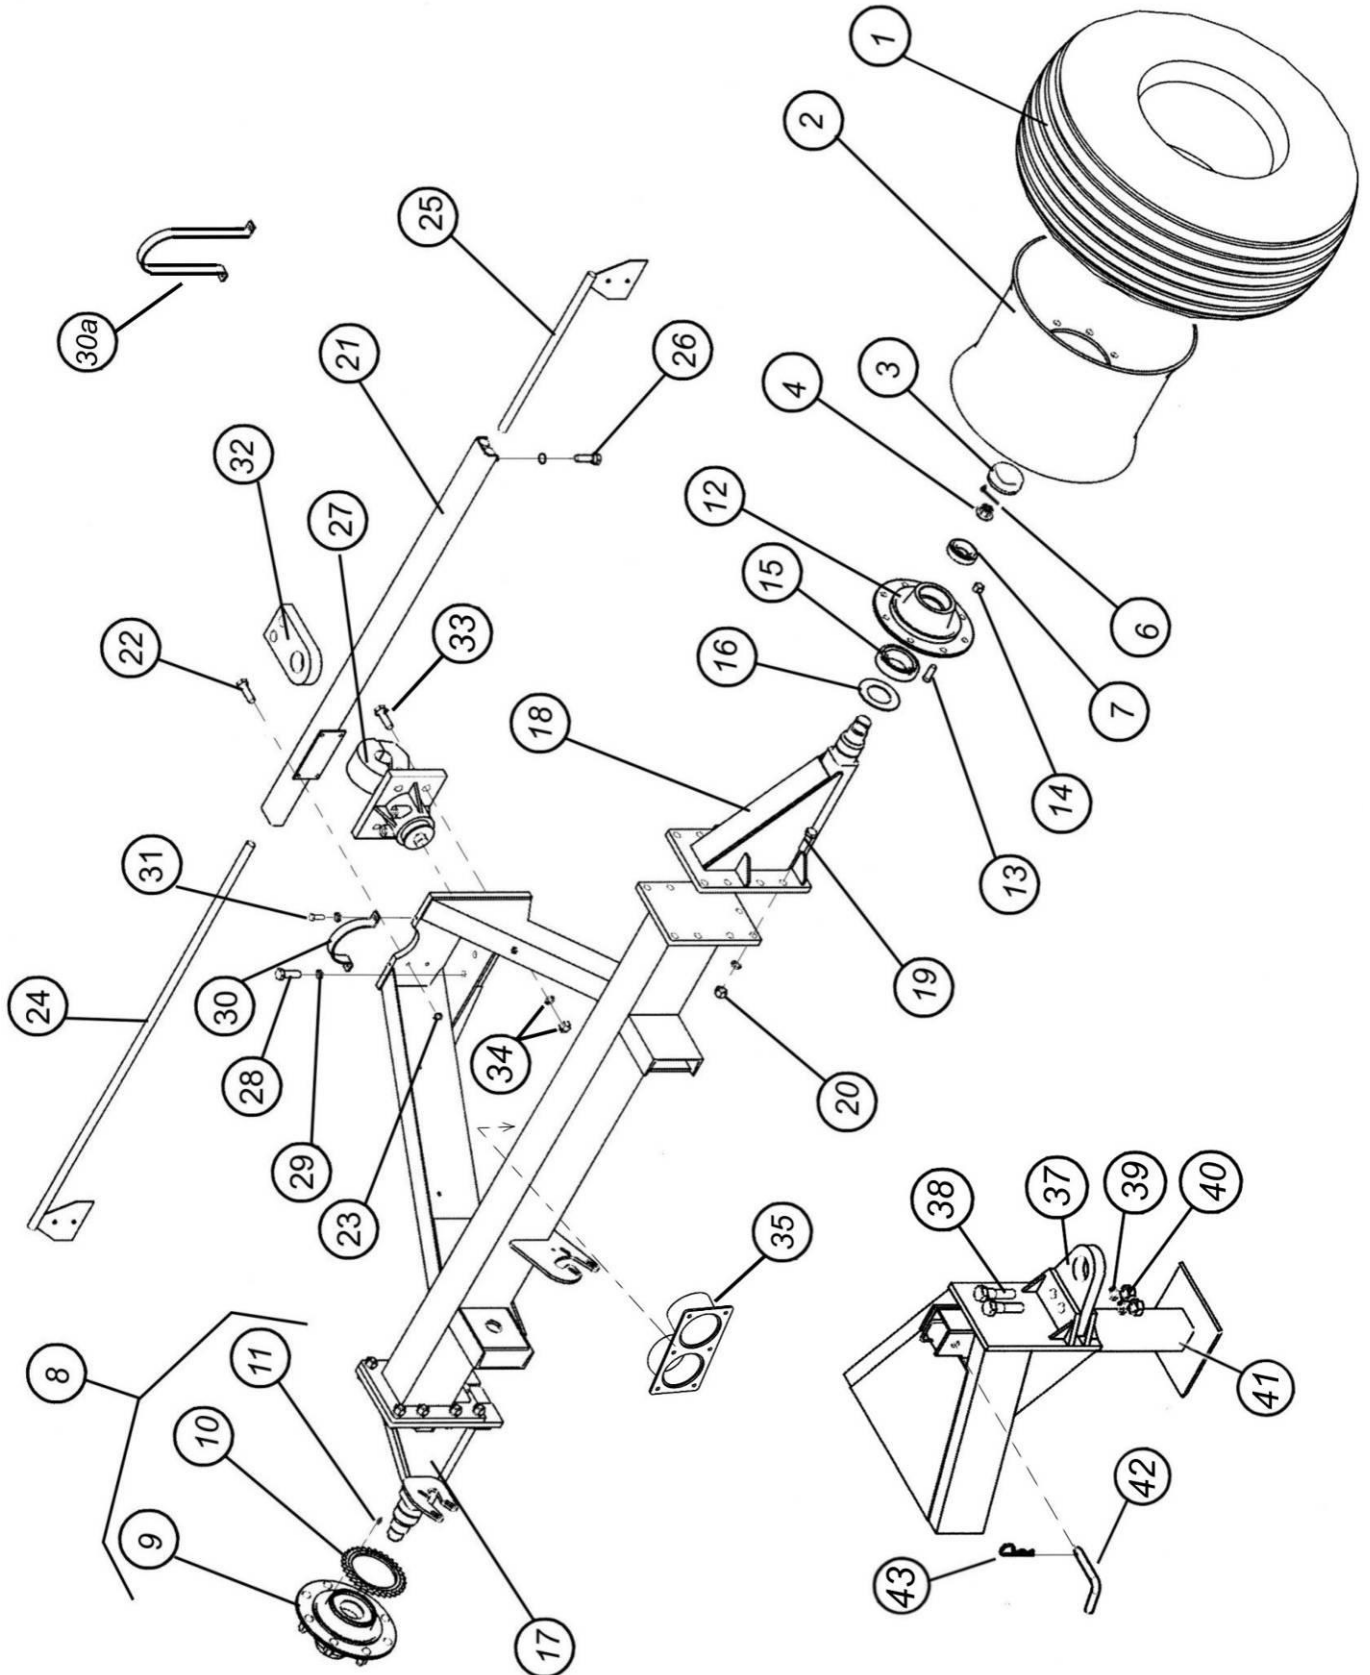

Рис. 7.2.18.1. Ось одноосного бункера V=6.5м³
7.2.18.2. Ось одноосного бункера V=10м3 (рис. 7.2.18.2)